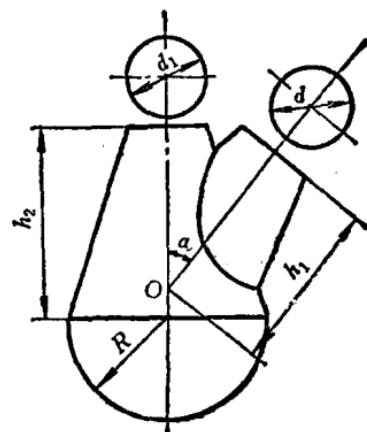

图 1
1. 主、支二管都是正圆锥的三通构件，如图 1 所示。已知二形体中心线相交于 O 点，且反映实长，板厚处理后的尺寸为 $d_1 = 36\text{mm}$ 、 $d = 36\text{mm}$ 、 $R = 44\text{mm}$ 、 $h_1 = 78\text{mm}$ 、 $h_2 = 84\text{mm}$ 、 $\alpha = 40^\circ$ 。求作主、支二锥管展开图（可不写文字说明）。